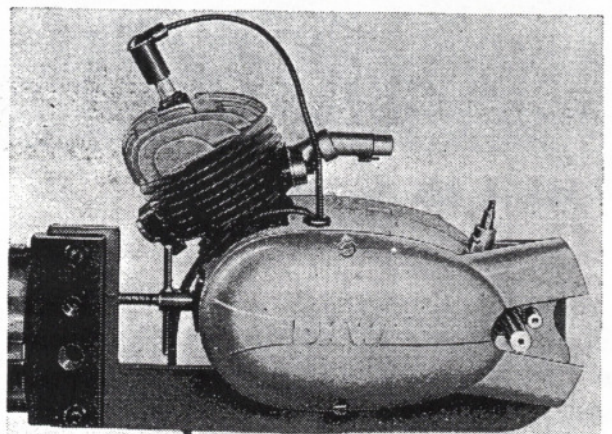

Abb. 20 Motor kpl. am Aufnahmearm im Universal-Montagebock festgespannt VI/57/634
1. Motor im Aufnahmearm für Motoraggregat, Teile-Nr. 0101-75200-10.1, des Montagebockes festspannen (siehe Abb. 20) und Getriebeöl ablassen.